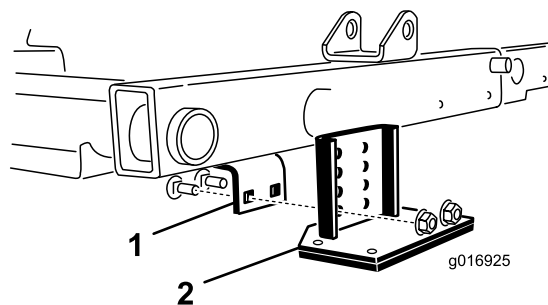

Figura 8
2. Localize o suporte da estrutura acima do centro da unidade de corte (Figura 8).
3. Pressionando para baixo o cilindro frontal da unidade de corte central, determine quais os furos do suporte de comando que alinham com os furos do suporte da estrutura para obter o mesmo contacto do rolo quando o suporte de controlo estiver instalado (Figura 8).
4. Desça as unidades de corte e monte o suporte de controlo na estrutura com os (2) parafusos da carroçaria e porcas fornecidos com o kit (Figura 8).